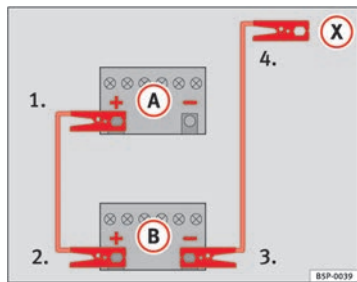

Abb. 198 Schema für das Anklemmen der Starthilfekabel
In ⇒ Abb. 198 ist **A** die entladene Batterie und **B** die stromgebende Batterie.
- 1. Klemmen Sie ein Ende des roten Starthilfekabels an den Pluspol ⇒ Abb. 198 **+** des Fahrzeugs mit der entladene Batterie ⇒ .